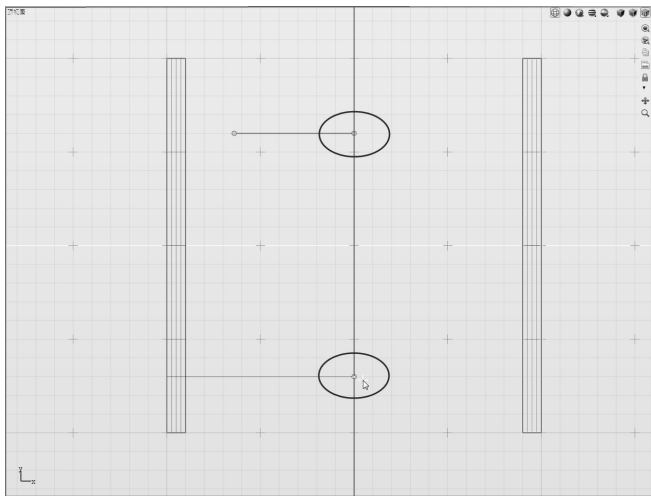

图 5-4 绘制一个镜像立方体
2) 激活“镜像”工具，设定 Y 轴上两点，让立方体基于 Y 轴对称，如图 5-4 所示。